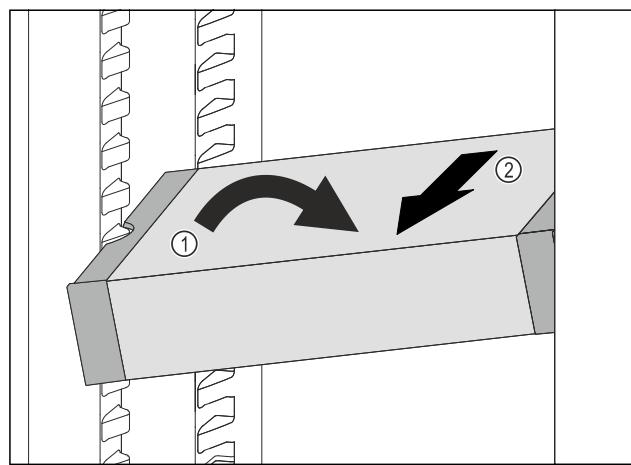

Fig. 133
- VarioSafe postavte v chladničke šikmo. Fig. 133 (1)
- VarioSafe vyberte dopredu. Fig. 133 (2)